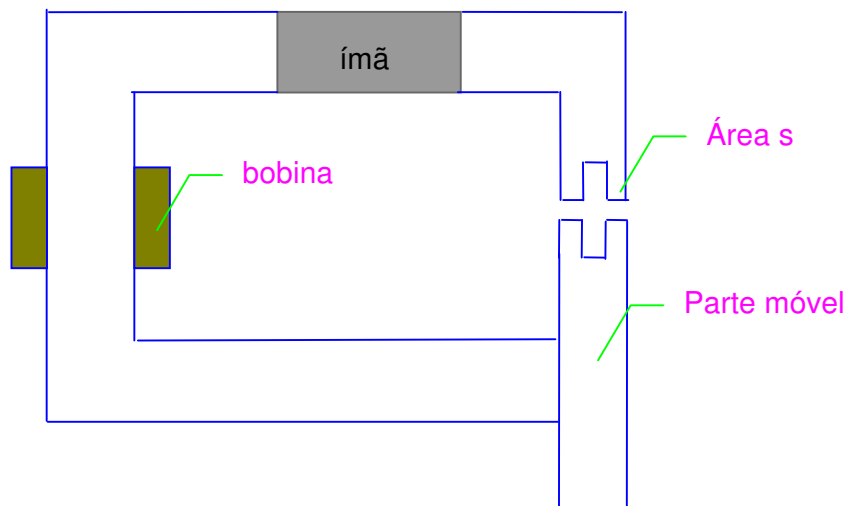
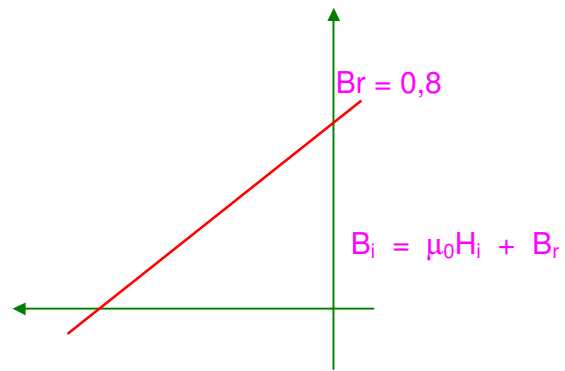

figura 2 - estrutura magnética do problema 2
figura 3 - característica de desmagnetização do ímã do problema 2.
- 2) - Uma suspensão Magnética - Calcular a corrente que deve circular na bobina de 100 espiras da estrutura magnética da figura 2, de forma a levantar um peso de 800 N. O ímã permanente possui 2 cm de comprimento, área $S = 30$ cm², e característica de magnetização mostrada na figura 3. A orientação do ímã é tal que seu fluxo se adiciona ao da bobina. O entreferro é de 2 mm, e a área s dos dentes é 10 cm². Desprezar o espraçamento e a relutância do ferro.